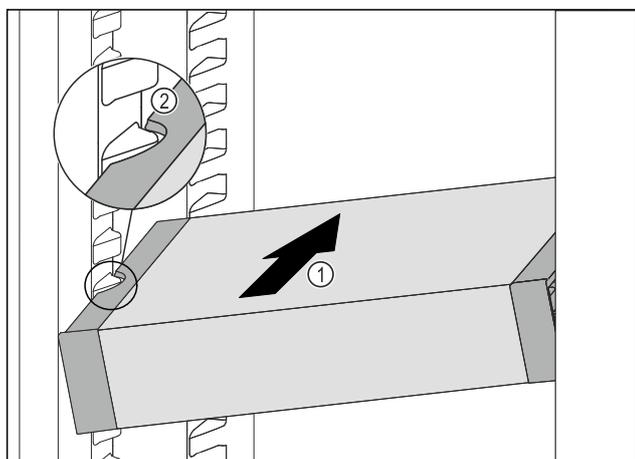

Fig. 69
- ▶ Zasuňte VarioSafe do chladničky pod úhlem tak Fig. 69 (1), aby vybrání na bocích Fig. 69 (2) VarioSafe byla na úrovni žebrování na nádoby v chladniče.